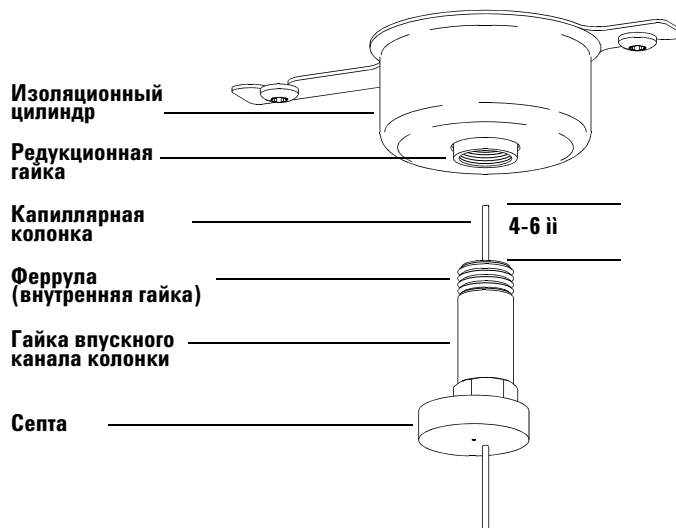

Рис. 8 Установка капиллярной колонки в разделенный/неразделенный впускной канал
- 2 Конец колонки должен составлять 4-6 мм над феррулой (**Рис. 8**).